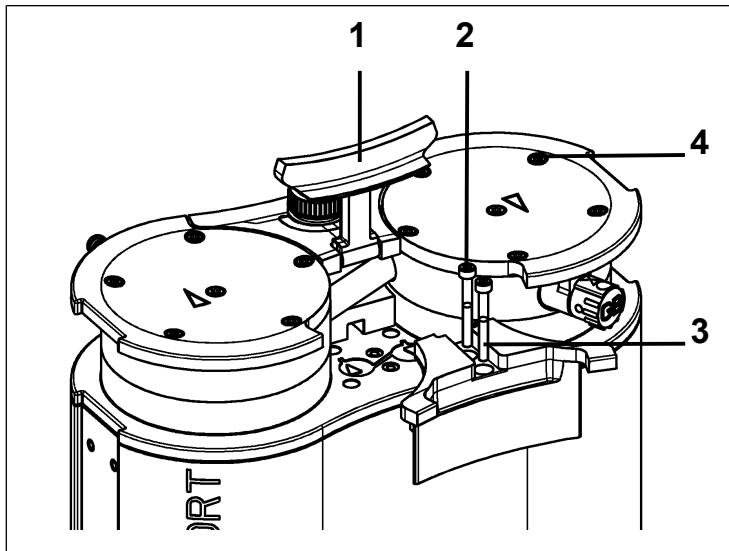

Fig.8: Desmontaje de la cubierta
1. Poner el asa (1/Fig. 8) en posición vertical.
2. Soltar los tornillos (2/Fig. 8) de la cubierta (3/Fig. 8).
3. Quitar la cubierta (3/Fig. 8).
4. Aflojar los tornillos con cabeza exteriores (4/Fig. 8).
1. Hacer una marca continua con un lápiz en la placa de presión (2), la tapa del cabezal (3) y la placa intermedia (6). Esto evita un posterior montaje incorrecto de las piezas.
2. Aflojar los tornillos exteriores (4/Fig. 8) de los cabezales de la bomba.
1. Colocar las membranas (7) en posición central.
2. Presionar todo el borde alrededor de la membrana (7). Presionar la membrana (7) de un solo cabezal.
3. Colocar la placa intermedia (6) con las placas de válvula/juntas (4) en el alojamiento según la marca hecha con el lápiz.
4. Colocar la tapa del cabezal (3) según el pasador (5) en la placa intermedia (6).
5. Colocar la placa de presión (2) sobre la tapa del cabezal según la marca del lápiz.
7. Apretar el tornillo (1) en el centro de la placa de presión (par de apriete: 1 Nm).
9. Insertar los cabezales de la bomba (compuestos por tapa del cabezal (3), placa intermedia (6) con placas de válvula/juntas (4) y placa de presión (2)) junto con el tubo de conexión en la carcasa de la bomba siguiendo la marca hecha con el lápiz.
10. Montar la cubierta del asa (3/Fig. 8).
11. Apretar los tornillos (2/Fig. 8) de la cubierta del asa (3/Fig. 8) (par de apriete: 2 Nm).